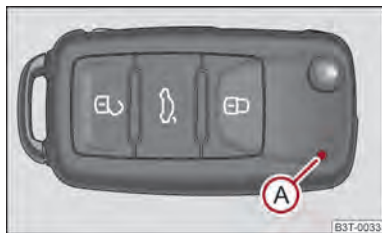
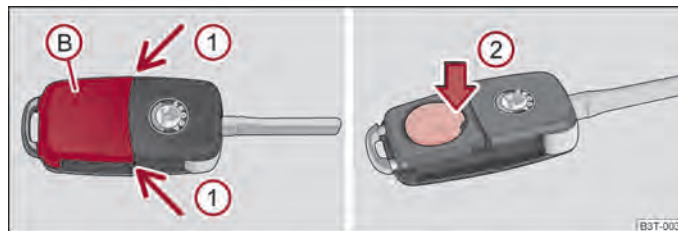

Abb. 10 Funkschlüssel
Abb. 11 Funkschlüssel - Deckel abnehmen / Batterie herausnehmen
Mit dem Fahrzeug werden zwei Funkschlüssel ⇒ Abb. 10 ausgeliefert.
Jeder Funkschlüssel enthält eine Batterie, die unter dem Deckel (B) untergebracht ist ⇒ Abb. 11. Wenn die Batterie entladen ist, blinkt nach dem Drücken einer Taste auf dem Funkschlüssel die rote Kontrollleuchte (A) nicht ⇒ Abb. 10. Wir empfehlen Ihnen, die Schlüsselbatterie von einem autorisierten ŠKODA Servicepartner wechseln zu lassen. Falls Sie jedoch die entladene Batterie selbst wechseln wollen, gehen Sie wie folgt vor:
- Drücken Sie die Batterieabdeckung mit dem Daumen oder mit einem flachen Schraubendreher an den Stellen der Pfeile ① ab ⇒ Abb. 11.
- Durch Drücken der Batterie nach unten, an der Stelle des Pfeils ② nehmen Sie die entladene Batterie aus dem Schlüssel heraus ⇒ Abb. 11.
Diese Wahlfunktion ermöglicht die Entriegelung aller Türen, einzelner Türen, bei der Türen auf der linken oder rechten Fahrzeugseite oder gleichzeitiges Entriegeln der Fahrer- und Beifahrertür. Die anderen Türen und die Tankklappe bleiben verriegelt und werden erst nach nochmaligem Entriegeln mit der Entriegeltaste auf dem Funkschlüssel ⇒ Abb. 10 oder mit der Taste für Zentralverriegelung ⇒ Abb. 13 entriegelt.